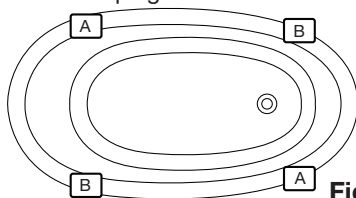

Fig. 3. (Vue de dessus) Photo 1.
- Pour la baignoire autoportante avec pieds, vérifiez que les pieds décoratifs ont suffisamment d'espace pour s'adapter dans les emplacements illustrés sur la **fig. 3**.
- Pour la baignoire autoportante avec pieds, appliquez un trait de silicone sur la partie inférieure des pieds décoratifs et installez-les sur la baignoire dans les emplacements illustrés sur la **fig. 3**.